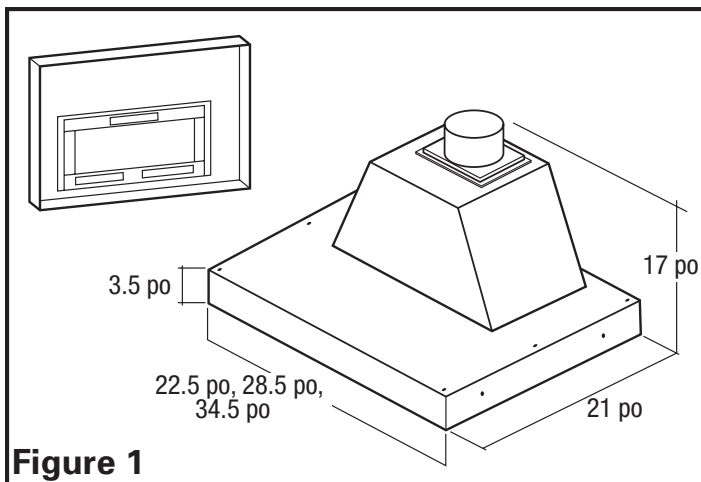

Figure 1
1. En utilisant le schéma dimensionnel ci-dessous, planifiez le support de votre revêtement pendant la construction du cabinet (**Figure 1**).